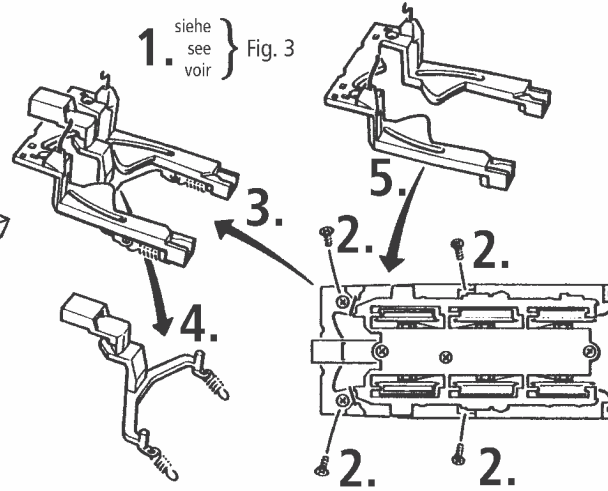

Fig. 3
Mehrzugbetrieb: Zuerst Lokgehäuse abnehmen (Fig. 3). Danach den Brückenstecker aus der Schnittstelle entfernen (diesen sorgsam aufbewahren). Danach den Stecker des Steuerbausteins lagerichtig einsetzen (siehe Fig. 5).
2. Schmierung: Versehen Sie die im Schmierplan in Fig. 4 gekennzeichneten Stellen mit nur **kleinen Öltropfen**. Dazu zuerst das Lokgehäuse abnehmen (Fig. 3). Wir empfehlen den ROCO **Öler Art.-Nr. 10906**. Fürs Schmieren der Getriebeteile (Zahnräder, Schnecke) empfehlen wir das **ROCO-Spezialfett Art.-Nr. 10905**. Im Falle der Schmierung diese Teile **nicht ölen**.
4. Motorwechsel: Lokgehäuse abnehmen (Fig. 3). Danach wird der Motor ausgebaut (Fig. 8).
2. Lubrication: Apply **tiny oil drops** to spots marked in fig. 4. Prior to lubrication dismantle locomotive (fig. 3). We recommend using item no. **10906, ROCO oiler**. For lubrication the gearparts (e.g. cogwheels, worm) we would recommend our ROCO **special grease** (item no. **10905**).
4. Motor Changing: First remove loco body (fig. 3), and then the motor (fig. 8).
2. Graissage: N'appliquez **qu'une toute petite goutte** aux endroits indiqués par le plan de graissage (fig. 4) après avoir démonté la caisse de la locomotive (fig. 3). Nous vous recommandons **le graisseur à huile ROCO réf. 10906**. Pour graisser les engrenages (roues dentées, vis sans fin) nous vous conseillons la **graisse spéciale ROCO réf. 10905** pour engrenages en matières synthétiques. Lorsque vous utilisez cette graisse il faut éviter d'huiler ces composants.
4. Remplacement du moteur: Démontez la caisse (voir fig. 3). Démontez ensuite le moteur (fig. 8).
voir } Fig.3
② wahlweise optional à choisir } Nur für Vitrine Only for showcase Uniquement en vitrine
1. siehe see voir } Fig. 3